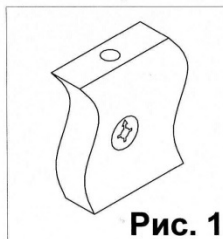
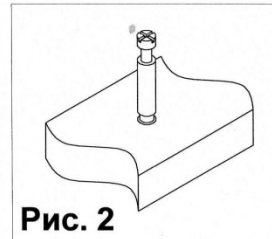

Рис. 1
Рис. 2
1. Прибить подпятники к деталям 10, 11 и 1 при помощи гвоздей. Закрутить стойки 4 в муфты на деталях 2 и 9 (см. рис.2). Вставить стяжки-растекс (15) в детали 1, 10, 11 (см. рис.1)
Взять стенку заднюю выдвижного ящика 24 и забить в соответствующие отверстия шканты (1). Соединить боковины ящика 22 и 23 с задней стенкой. 24 Фиксацию производить при помощи евроинтов (6). Далее положить каркас ящика на заднюю стенку 24 и забить шканты (1) в соответствующие торцевые отверстия на боковинах ящика 22 и 23, и вставить стяжки-растекс (15) (см. рис. 1). После этого вставить дно ящика 30 в пазы на каркасе ящика, таким образом, чтобы дно ящика 30 вошло в паз на стенке задней ящика 24. Далее закрутить в переднюю панель ящика 25 в имеющиеся муфты дюбеля стяжек-растекс (4). Соединить переднюю панель ящика 25 с каркасом. Фиксацию произвести путем поворота стяжки (15) по часовой стрелки. После этого положить ящик дном вверх и прикрутить ответные планки направляющих (7) к боковинам ящика при помощи саморезов (5). Далее к передней панели прикрепить ручку (12) Аналогичным образом собрать остальные ящики.